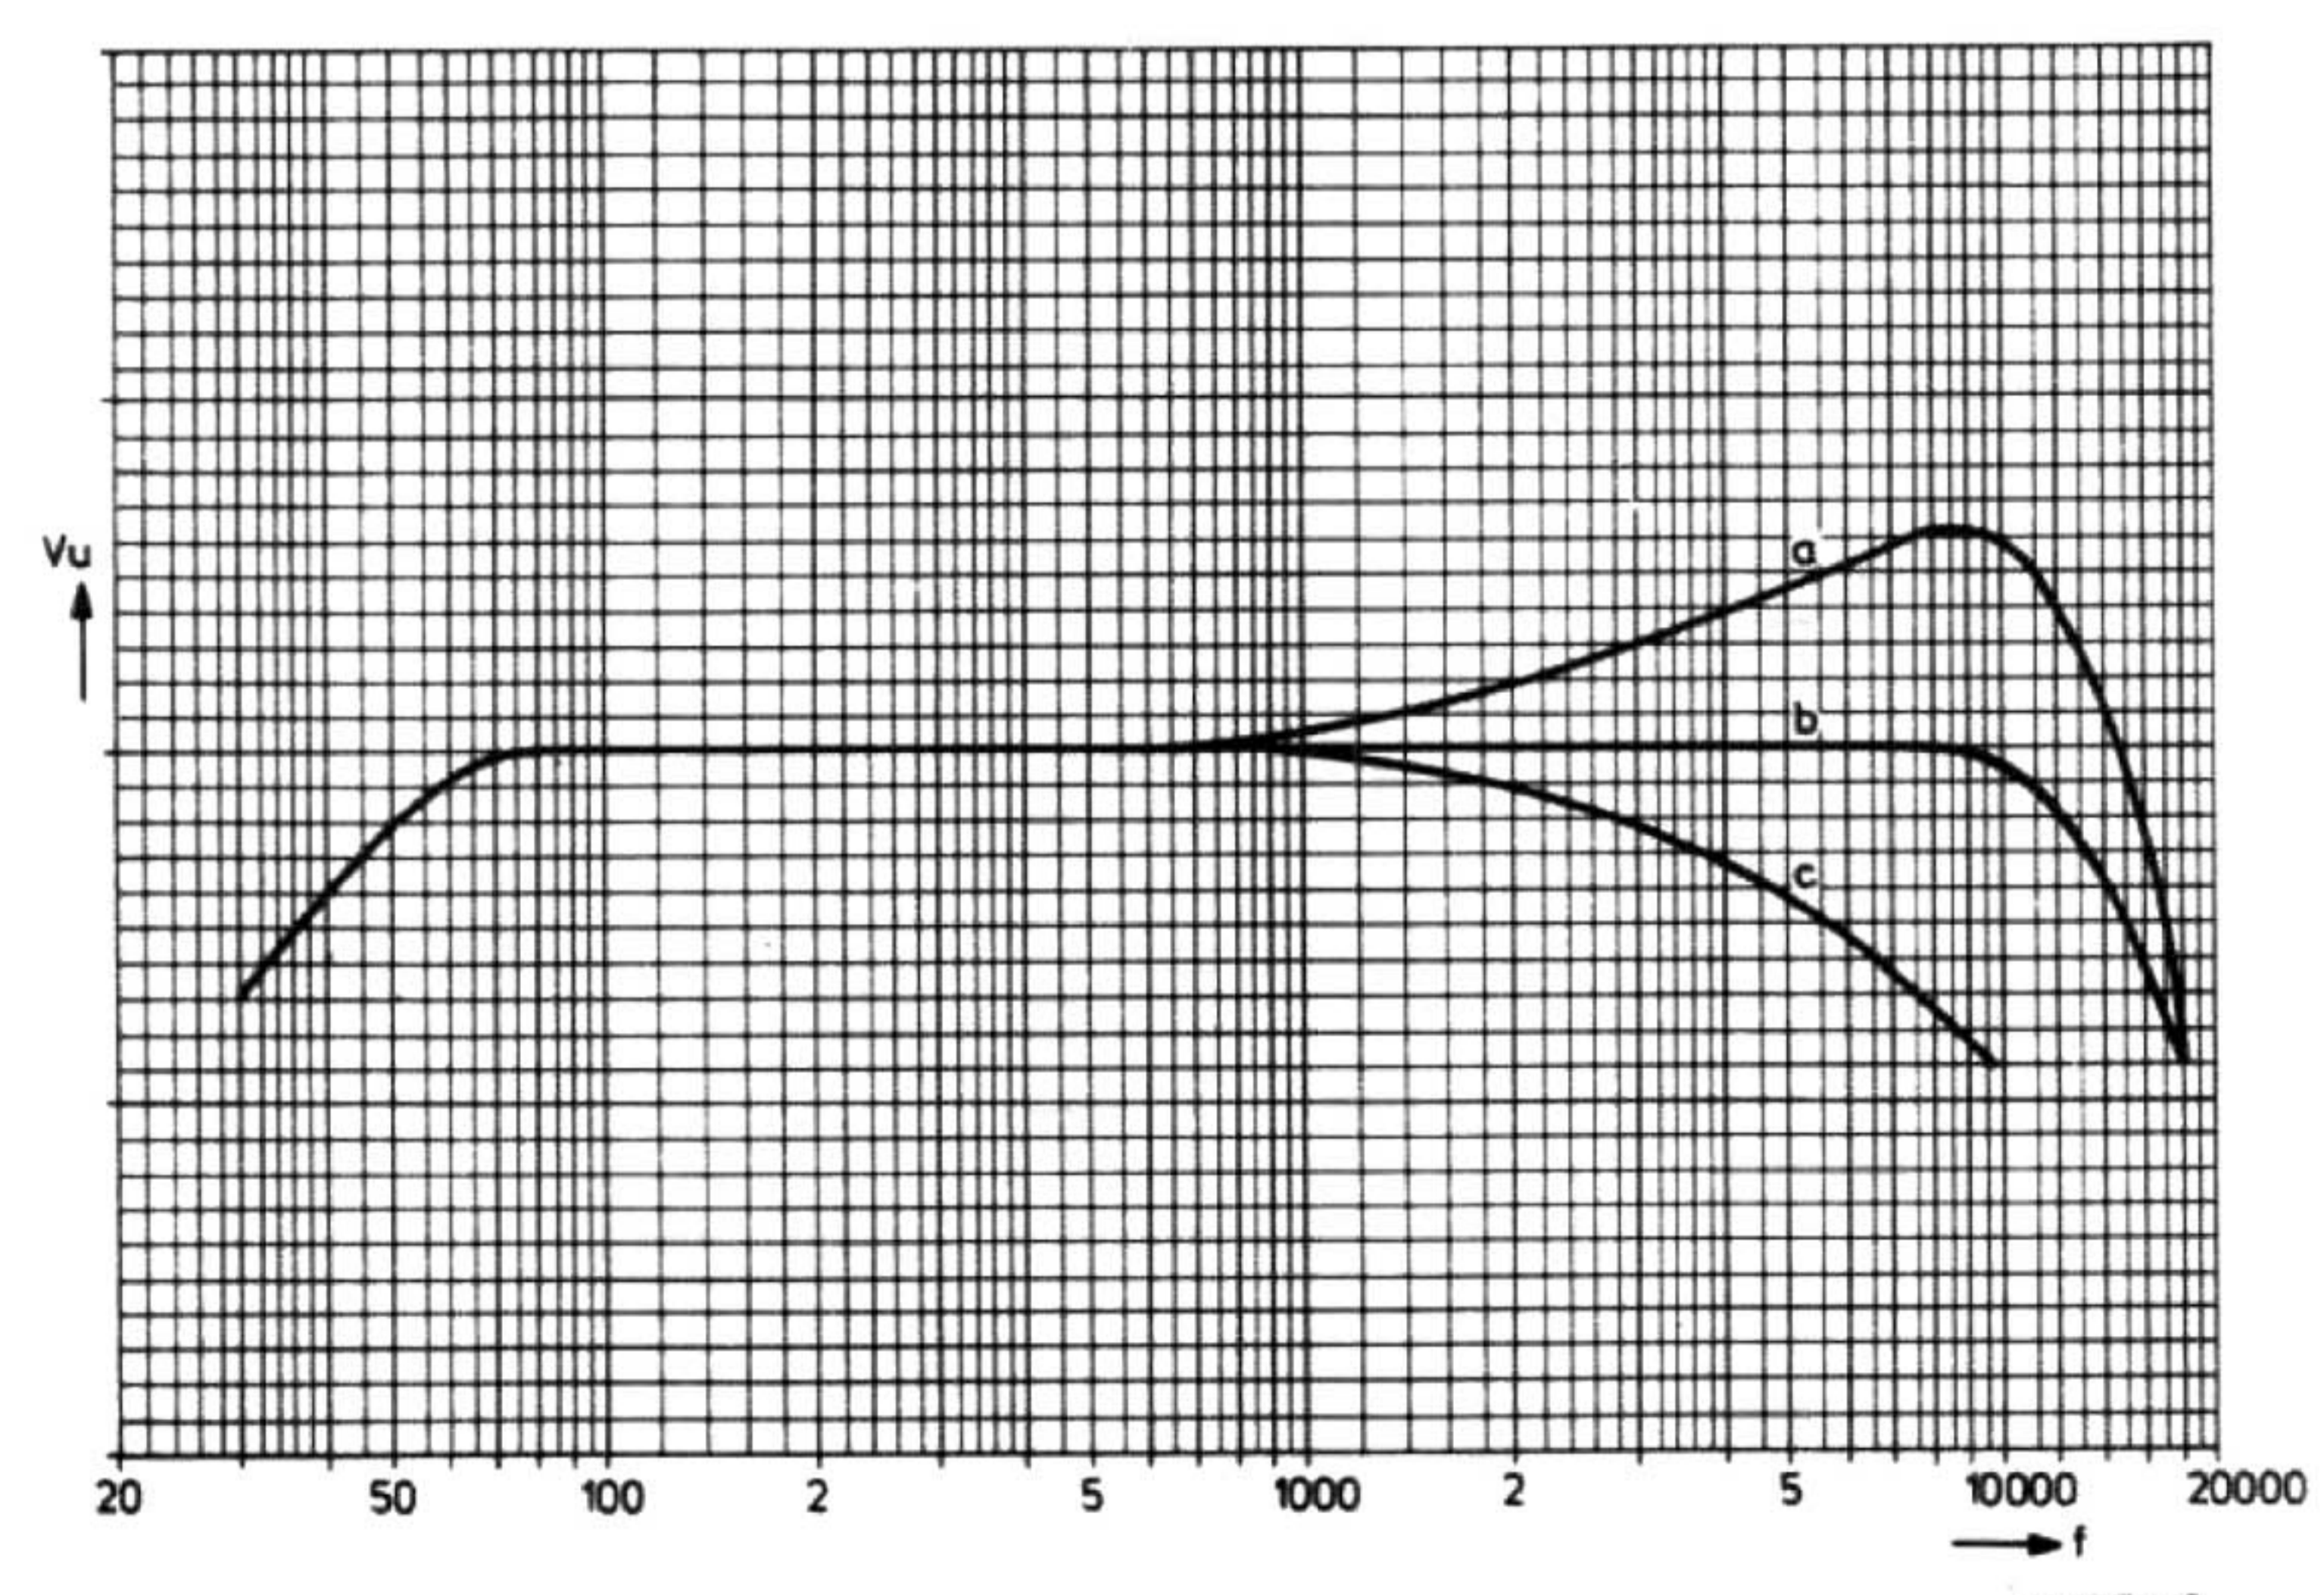

Fig. 8
- Bij een goede instelling zal de frequentiekarakteristiek als in Fig. 8
De frequentiekarakteristiek zal er dan uitzien als getekend in Fig. 8 curve a.
- Bij een te grote voormagnetisatie worden de hoge tonen te veel verzwakt, zie de karakteristiek Fig. 8 curve c.